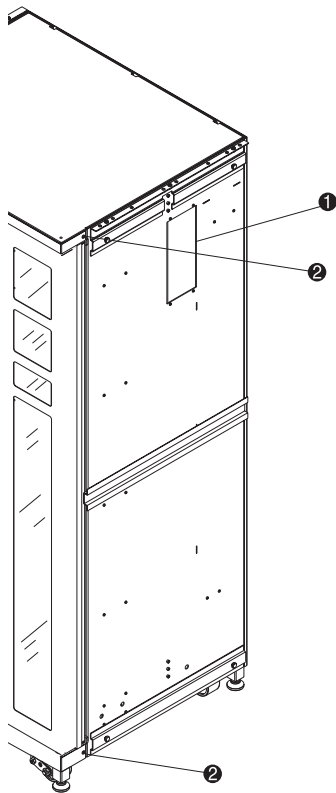

Figure 2-2. Emplacements des trous des vis de fixation de l'habillage
4. Démontez les panneaux d'accès du PTM ❶, sur les côtés gauche et droit des bibliothèques (voir la Figure 2-2).
- ❶ Panneau d'accès du PTM
- ❷ Trous des vis de fixation de l'habillage
5. Retirez les vis présentes (❷ Figure 2-2) et installez quatre nouvelles vis (réf. 0615079) dans les deux librairies à connecter. Ne serrez pas, et laissez un espace de 6 mm entre la rondelle SEM et les pièces d'habillage.